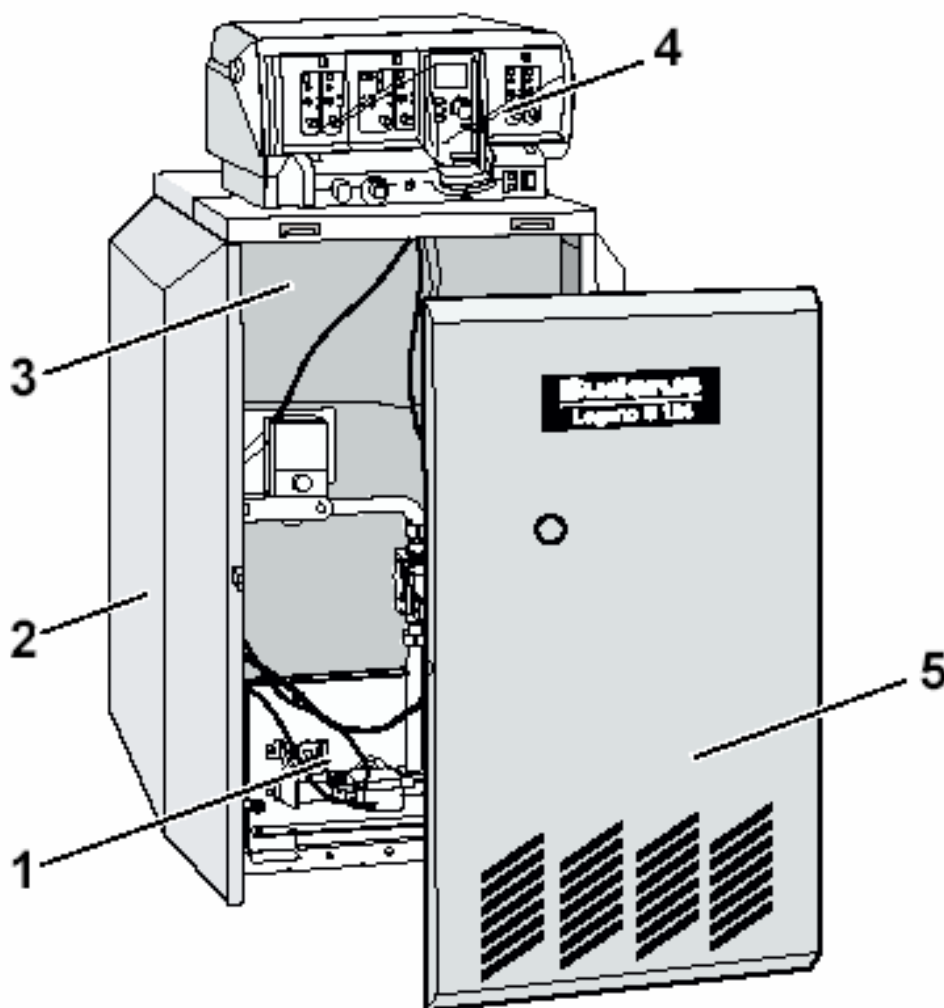

Рис. 1. Отопительный котел Logano G124 WS
Специальный газовый водогрейный отопительный котел Logano G124 WS (рис. 1) укомплектован на заводе газовой горелкой и системой управления.
- Котловой блок с теплоизоляцией (рис. 1, поз. 3) и газовой атмосферной горелкой (рис. 1, поз. 1).
- Обшивка (рис. 1, поз. 2) и передняя стенка котла (рис. 1, поз. 5).
- Система управления (рис. 1, поз. 4).